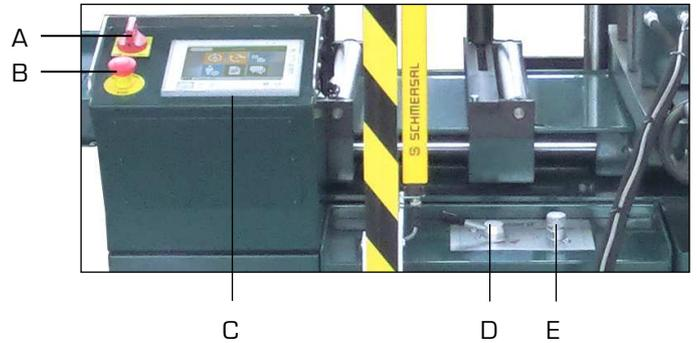

Figure 3
1. Mettre la machine sous tension en positionnant le sectionneur général (A fig.3) sur « ON ».
7. Mettre la machine sous tension en positionnant le sectionneur général (A fig.3) sur « ON ».
11. Régler l'avance de l'archet à l'aide de la manette (D fig.3) (voir le tableau de préconisation situé sur la scie à ruban).
12. Régler la pression de coupe à l'aide du régulateur (E fig.3) (voir le tableau de préconisation situé sur la scie à ruban).